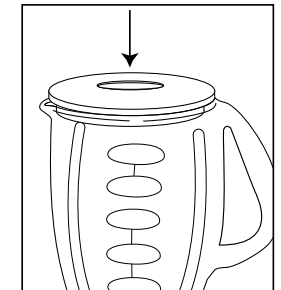

FIGURA 7
- No quite la tapa mientras esté en uso. Quite la copa de acceso para agregar los ingredientes más pequeños. (Figura 7)